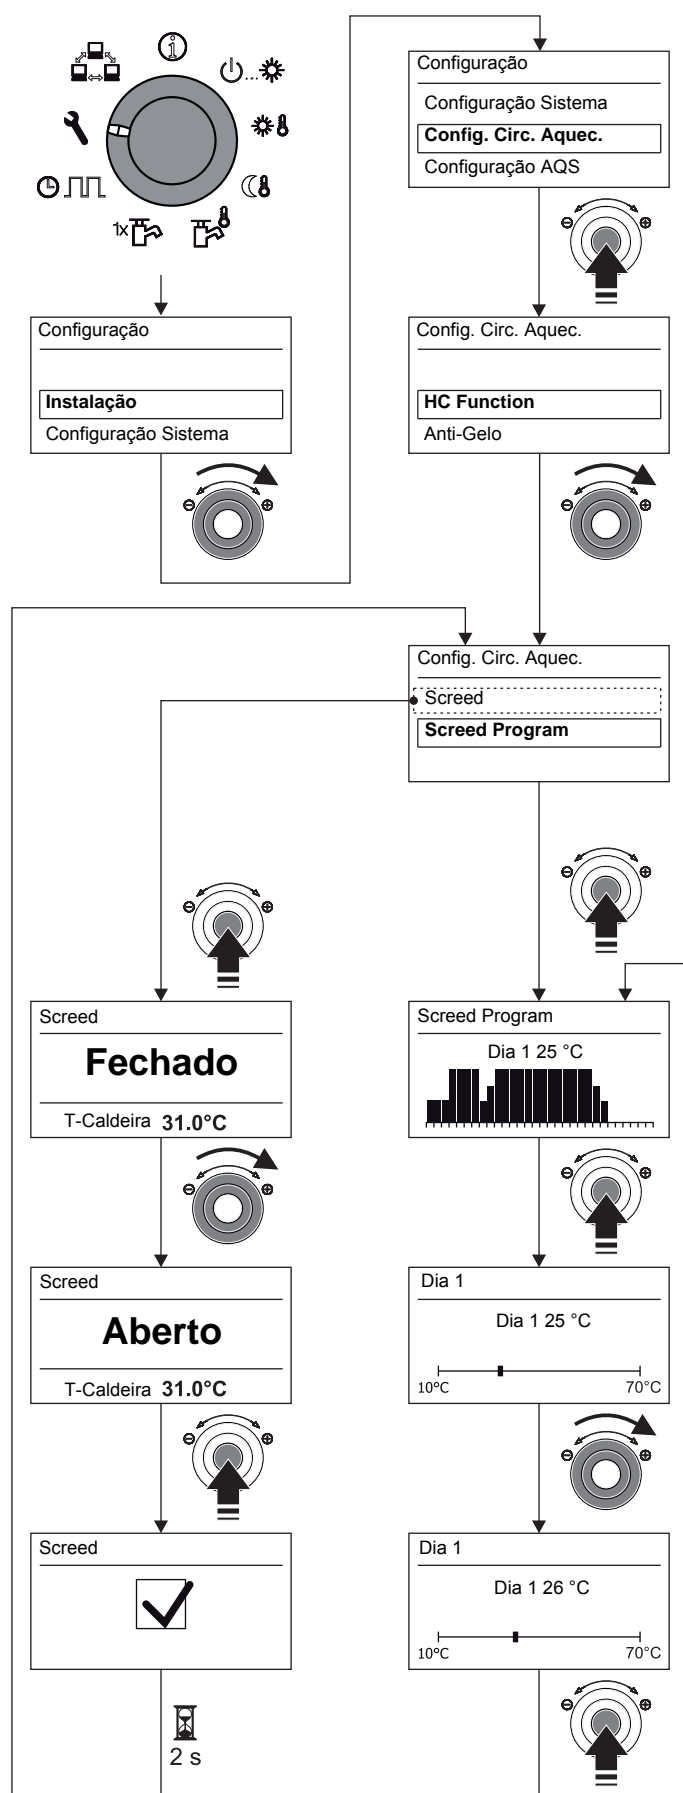

Fig. 3-20 Ajustar o programa de pavimento
- Verificar os ajustes do programa de pavimento e, se necessário, ajustar para o pavimento, de acordo com as especificações do fabricante (ver fig. 3-20).
- Com o botão rotativo, colocar o parâmetro em "**Aberto**" para o funcionamento e confirmar premindo por breves instantes o botão rotativo (ver fig. 3-20).